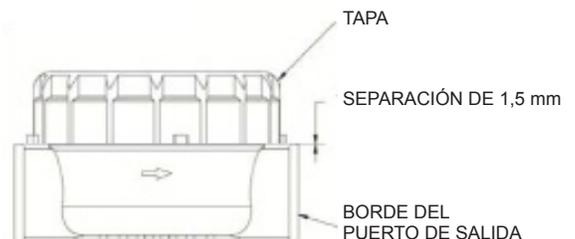

Figura 3
5. Enrosque la tapa del medidor manualmente. Para verificar el apriete, debería haber una separación de aproximadamente 1,5 mm entre la tapa y el borde del puerto de salida (consulte la Figura 3).